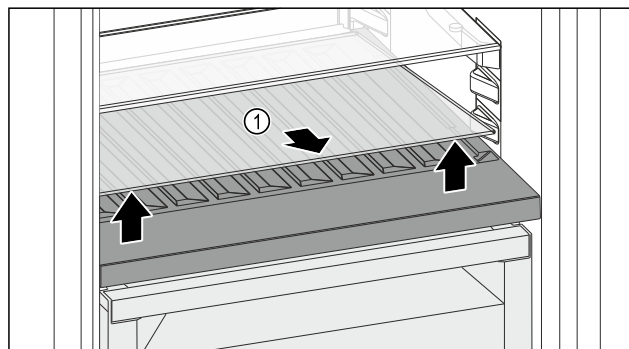

Fig. 109
- Glasplatte Fig. 109 (1) an der Aussparung vorne anheben und herausnehmen.
- Glasplatte Fig. 109 (1) außerhalb des Geräts sicher aufbewahren.